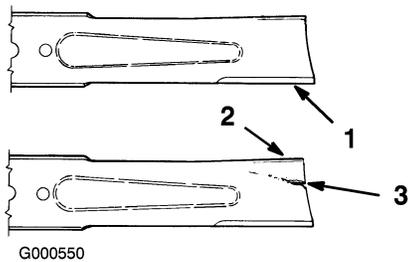

Bild 38
1. Untersuchen Sie die Schnittkanten (Bild 38). Bauen Sie, wenn die Kanten nicht scharf sind oder Kerben aufweisen, die Schnittmesser aus und schärfen sie; siehe „Schärfen der Messer“.
2. Untersuchen Sie die Schnittmesser, insbesondere den gebogenen Bereich (Bild 38). Montieren Sie, wenn Sie Schäden, Verschleiß oder Rillenbildung in diesem Bereich feststellen (Bild 38), sofort ein neues Schnittmesser.